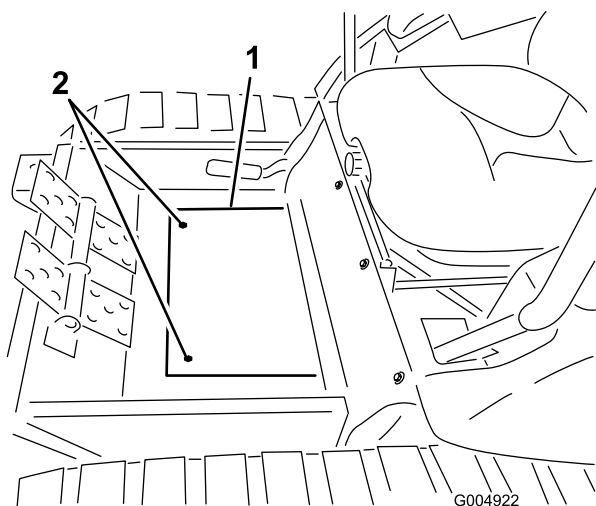

Figure 15
3. Retirez les deux vis qui fixent la plaque couvercle de plancher au plancher et déposez la plaque (Figure 15).